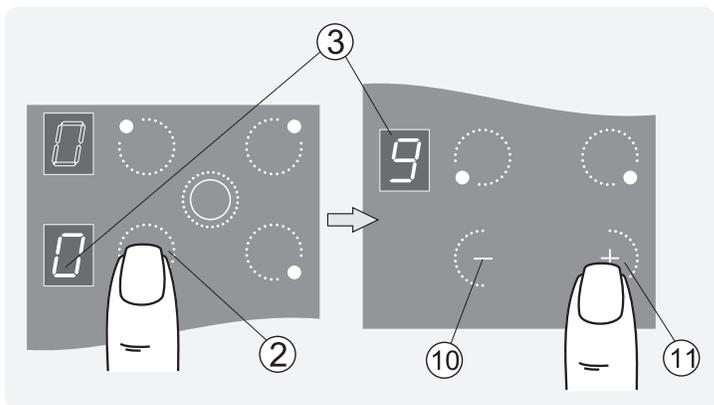

Рис.4
1. Коснуться зоны «②» с обозначением выбранной конфорки, после чего конфорка перейдет в режим управления. В соответствующем окне индикации мигает «0» (рис.4).